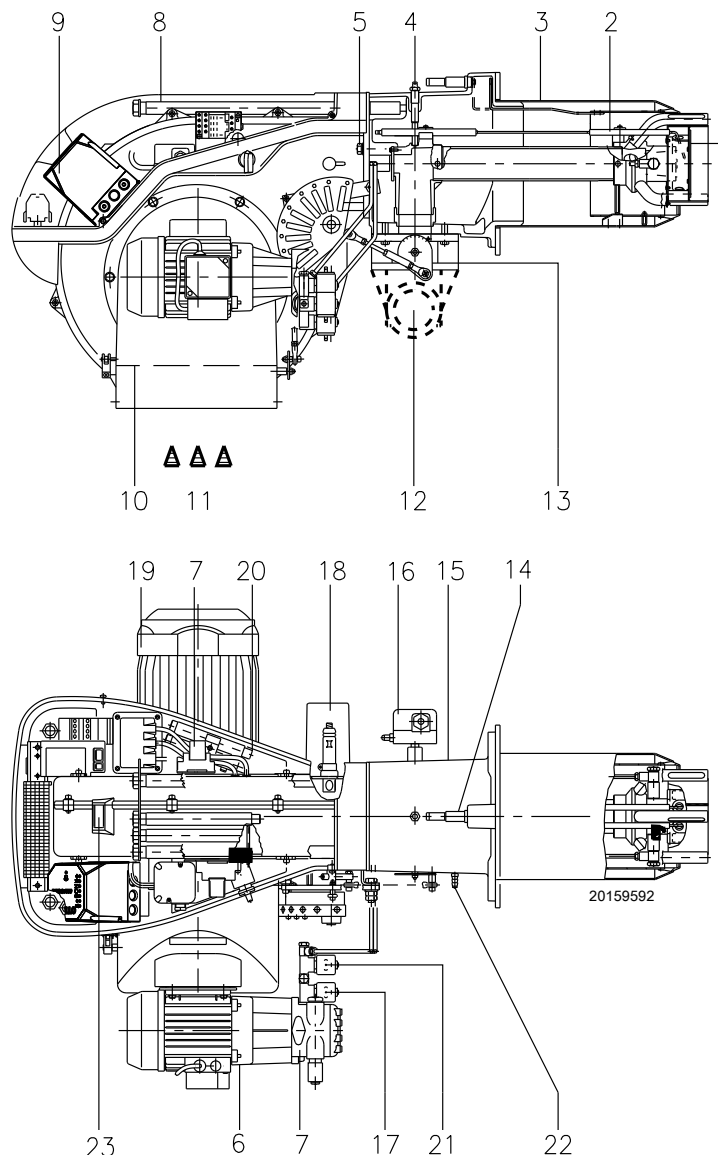

图 5
(1) 参考条件：环境温度 20°C - 燃气温度 15°C - 大气压力 1013 mbar - 海拔 0 m a.s.l.
(2) 测试点 5) (图 5 第 11 页) 处的燃气压力，此时炉膛压力为 0 并且燃烧器处于最大出力运行状态。
(3) 噪音测试在制造商燃烧实验室内进行，燃烧器在测试锅炉上以最大出力运行。声功率以符合 EN 15036 标准要求的“自由场”法测得，并符合 EN ISO 3746 标准要求的“准确：类别 3”的测量精确度。
- ▶ **控制器锁定**：如果控制器 9 (图 5) 按钮指示灯亮起，则燃烧器锁定。